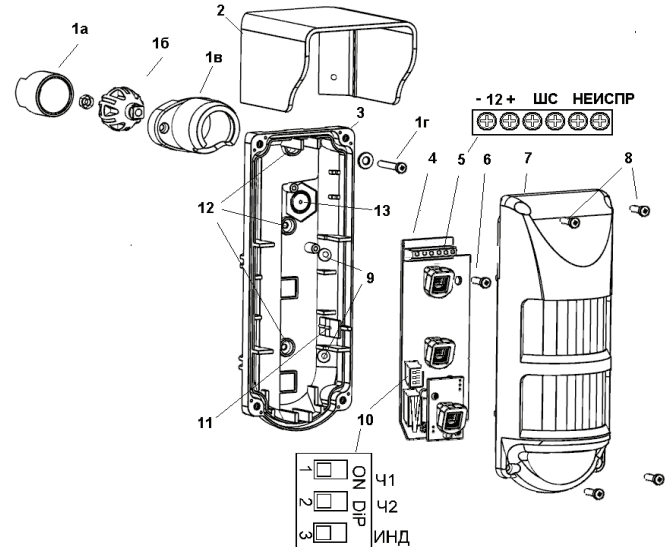

Рисунок 1 - Конструкция извещателя
5.1 Извещатель (рисунок 1) состоит из основания (3), печатной платы (4) и крышки (7). В комплект поставки входят кронштейн (1) и козырек (2) для защиты от осадков. Крышка крепится к основанию четырьмя винтами (8) с использованием герметизирующей прокладки. Печатная плата фиксируется на основании защелкой (11) и винтом (6). Перед установкой извещателя крышку и печатную плату следует отделить от основания.